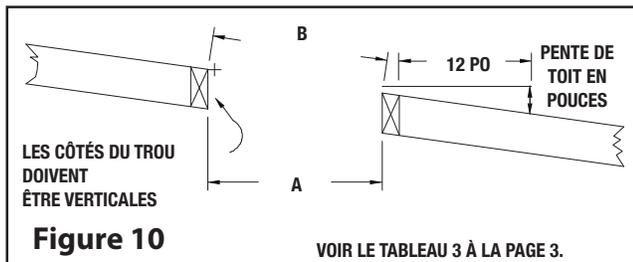

Figure 10
Étape 1. Localiser la cheminée Rhe que possible de la sortie de l'appareil. Découpez et encadrez une ouverture dans le toit pour le support. Les côtés de cette ouverture doivent être verticaux (voir Figure 10) (voir Tableau 2 à la page 3).